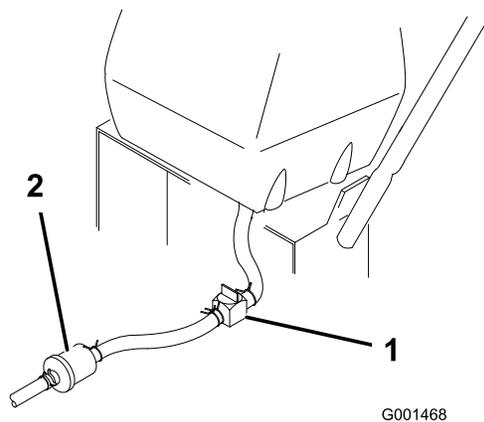

Figura 27
2. Chiudete la valvola d'intercettazione del carburante sul serbatoio del carburante (Figura 27).
3. Premete le estremità della fascetta stringitubo e sfilatela dal tubo del carburante lontano dal serbatoio (Figura 27).
4. Togliete i tubi del carburante dal filtro del carburante (Figura 27). Aprite la valvola d'intercettazione del carburante e lasciate fuoriuscire la benzina in una tanica o bacinella di spurgo.
3. Chiudete la valvola di intercettazione sul serbatoio del carburante (Figura 27).
7. Aprite la valvola di intercettazione sul serbatoio del carburante (Figura 27).